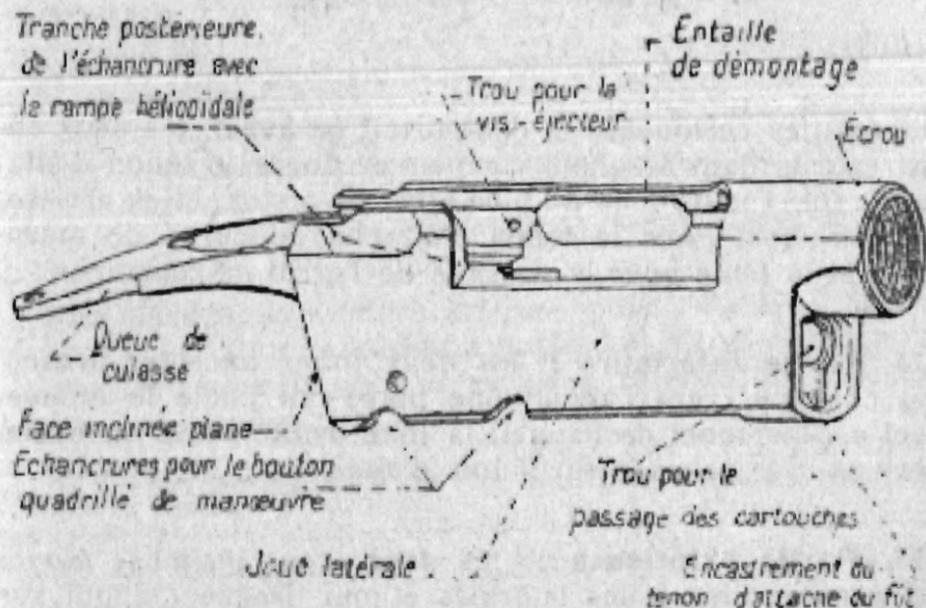

Fig. 4. — Boîte de culasse. (Côté droit.)
72. Partie supérieure (fig. 4 et 5) : l'écrou, dans lequel se visse le bouton fileté du canon; les épaulements d'appui des tenons de la culasse mobile, la *tranche antérieure* de